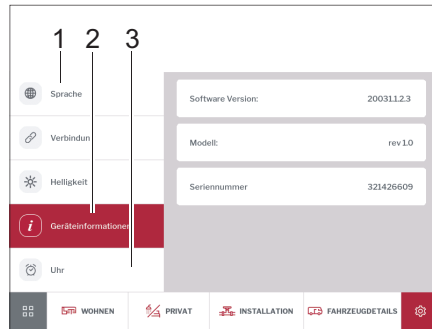

Fig. 281 Idioma, información del dispositivo, hora
- Tocar en la opción *Idioma* (Fig. 281,1) y seleccione el idioma de pantalla deseado.
- Tocar en la opción *Hora* (Fig. 281,3) y ajuste la hora.
- Tocar en la opción *Información del dispositivo* (Fig. 281,2). Aparece información sobre el dispositivo (versión de software, modelo y número de serie).